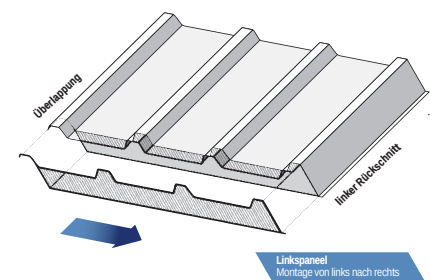

Abb. 14
- Dachpaneele, die von links nach rechts montiert werden (leere Hochsicke links) – linker Rückschnitt. (Abb. 14)